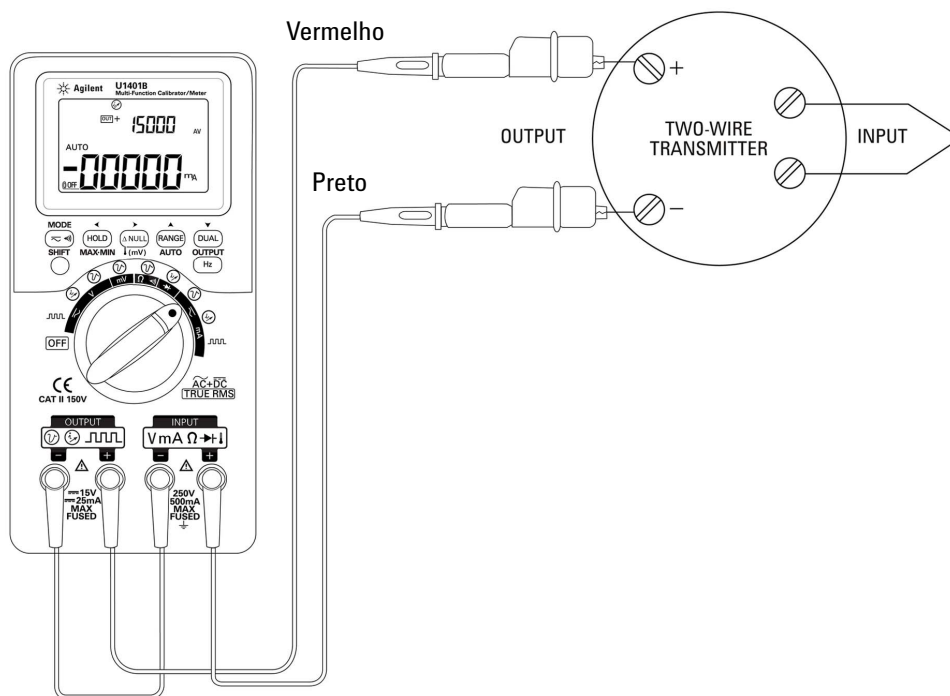

Figura 5-16 Verificar um transmissor bifilar
- 2 Conecte o fio jacaré vermelho entre o terminal de saída positivo do instrumento e o terminal de saída positivo do transmissor bifilar. Consulte a Figura 5-16 na página 114.